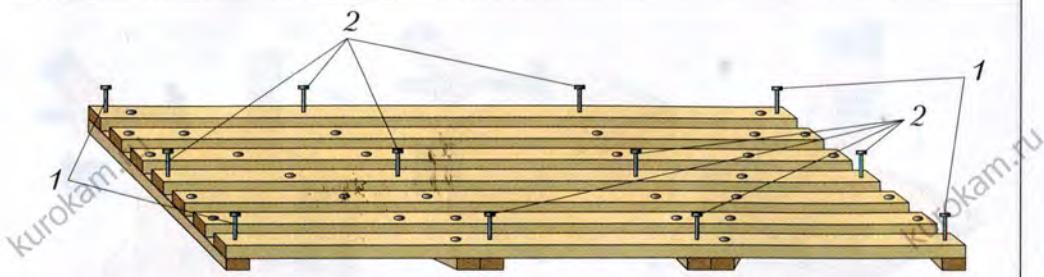

Рис. 48. Соединения на гвоздях (на примере подставки-решётки):
Соединения на гвоздях могут быть концевыми и серединными (рис. 48).
5. Соедините гвоздями детали изделий: домик для птиц (см. рис. 10), подставка-решётка (см. рис. 48), подставка для ручек и карандашей (см. Приложение, рис. 170), полочка для цветов (см. Приложение, рис. 172) или детали своего проектного изделия.